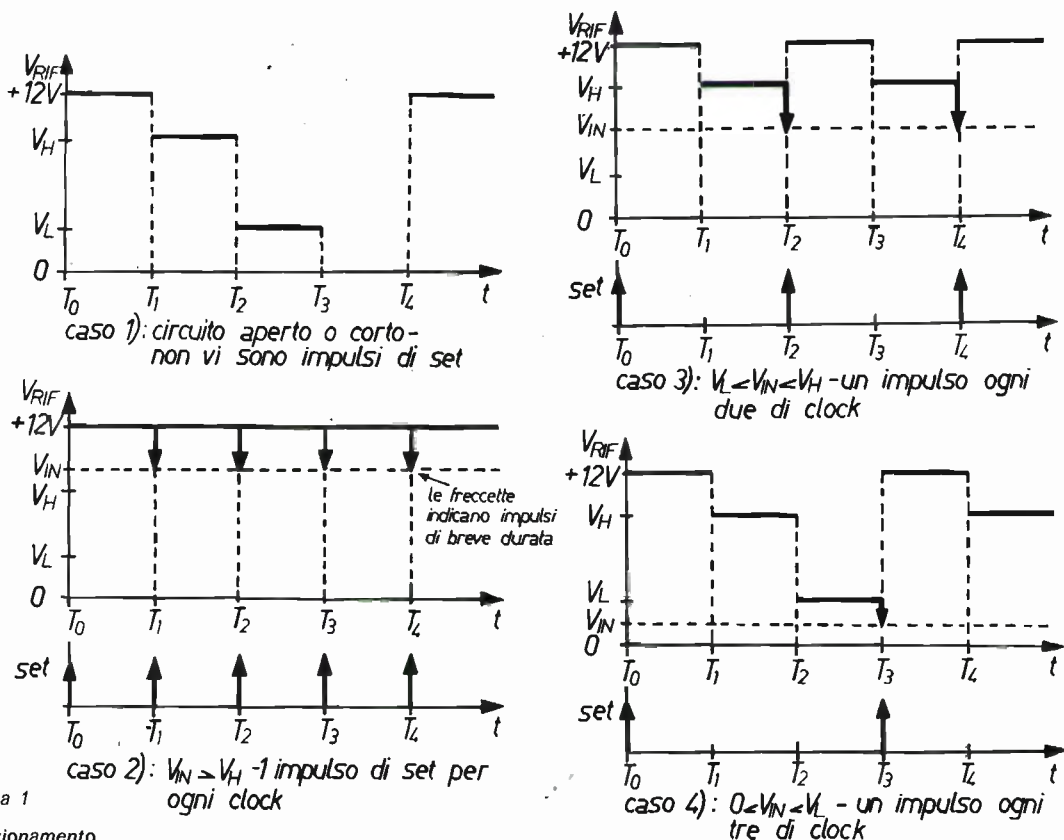

figura 1
- figura 1: terminale M deve intendersi A
Da T0 a T1, sono ON le gates 1 e 4; essendo OFF la gate 2, 1 non può dare contributo all'uscita, che prende un valore di tensione pari a ciò che esiste all'ingresso della gate 4; tale ingresso è Q1, cioè 1 logico, cioè 12 V. Quindi seguendo la figura 1, caso 1, si vede che, da T0 a T1, V_{RIF} è 12 V. Da T1 a T2, sono ON le gates 3 e 2, perciò V_{RIF} prende il valore di tensione da noi impostato come V_H (seguire in figura 1).